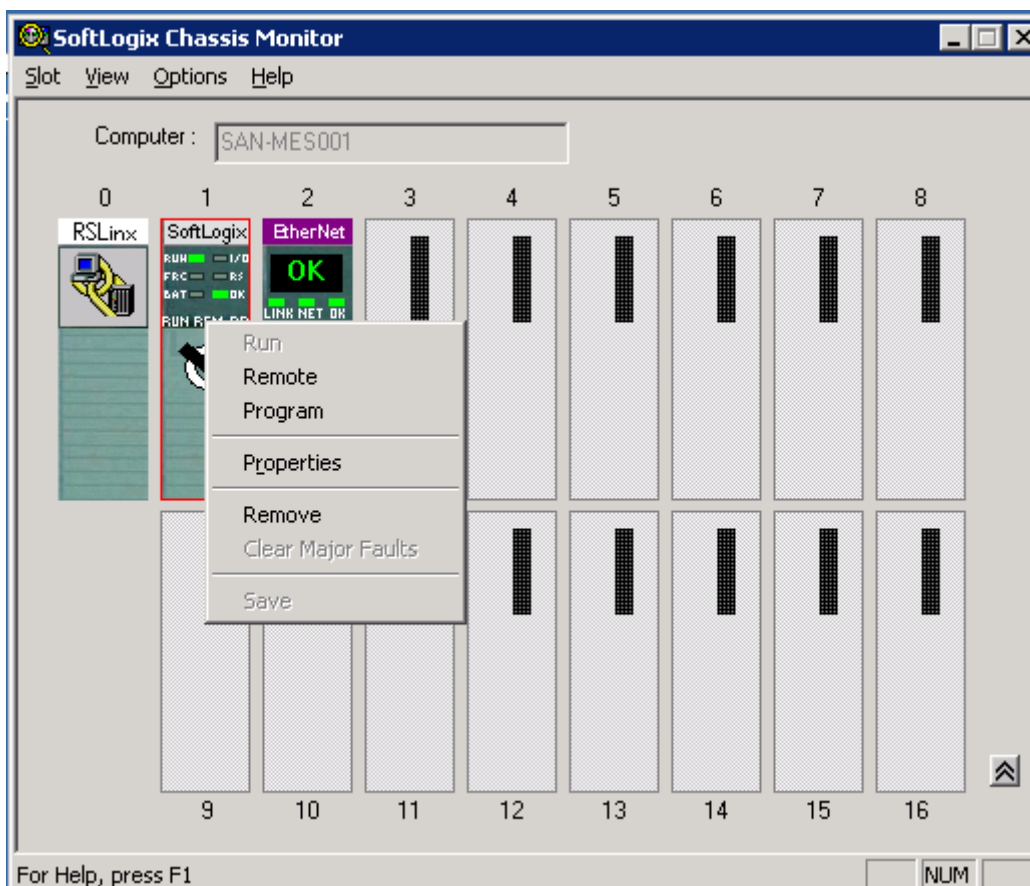

Imagen 82
5.- Una vez arrancada la aplicación presionar con el botón derecho sobre la columna SoftLogix y seleccionar Run, para arrancar el servidor. (Imagen 82)